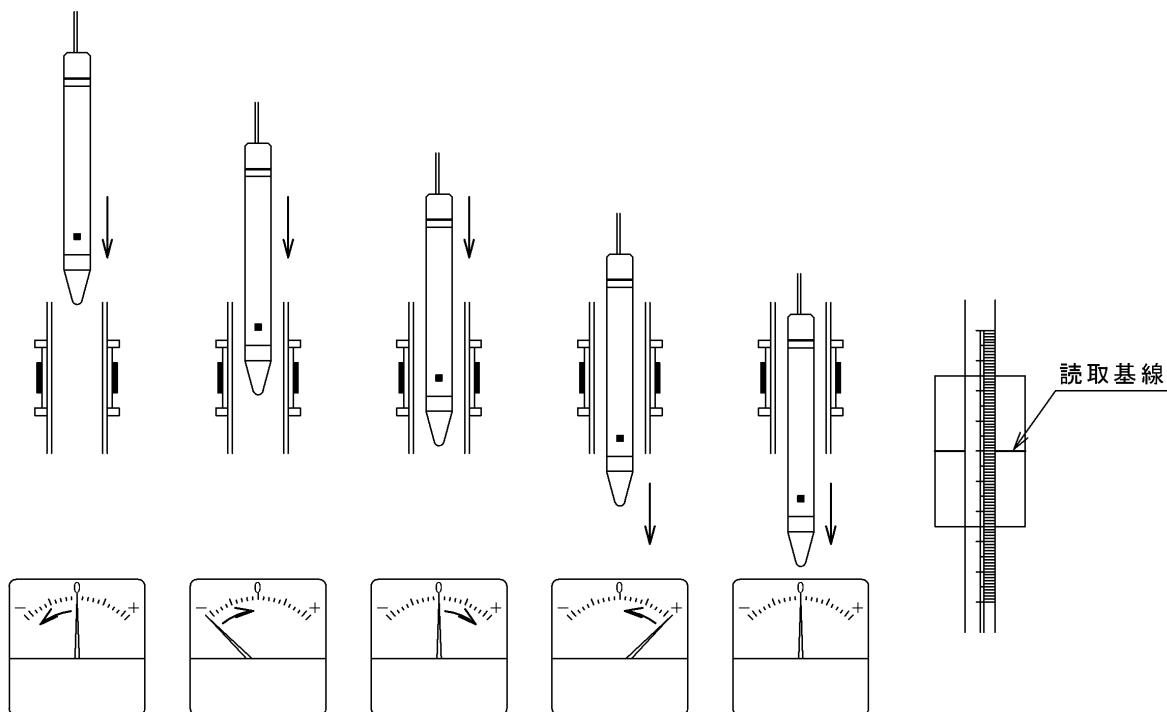

図6
- ⑥図6のようにプローブが、沈下素子に近づくとメータ指針が振れます。近づくとときと離れるときでは振れる極性が反転します。